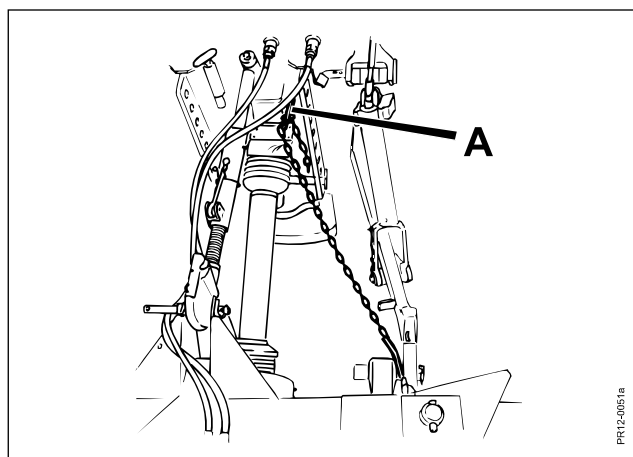

Fig. 2-13
- Fig. 2-13** Hvis holdekæde er monteret justeres længden ved **A**, så liftarmene holdes i den ønskede arbejdsstilling.